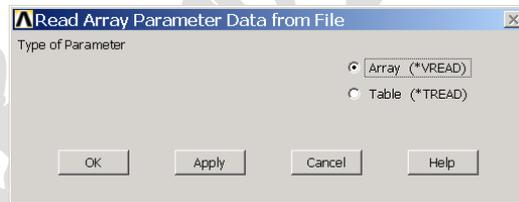

图8.11 选择参数类型
(2) 接着单击【Utility Menu】|【Parameters】|【Array Parameters】|【Read from File】菜单，弹出如图 8.11 所的对话框。